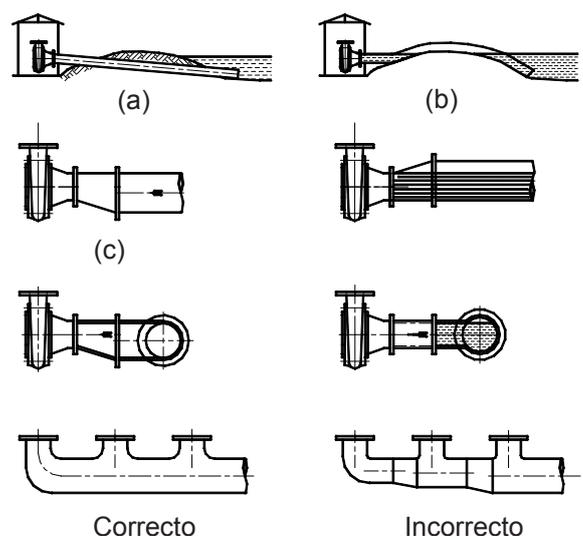

Fig. 2
9.2.1 Tubería de succión (Ver Fig. 2)